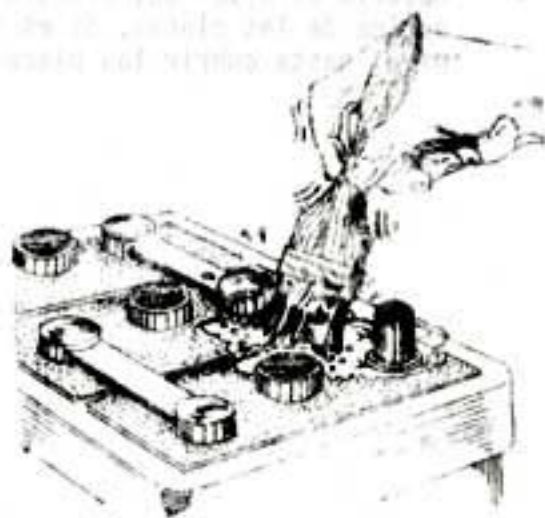

Fig. 6
- Elimine la sulfatación utilizando una solución de agua con bicarbonato de soda y un cepillo metálico o de cerdas (Fig.6).